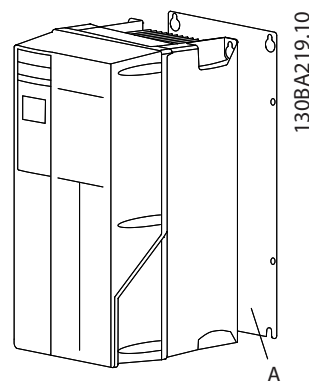
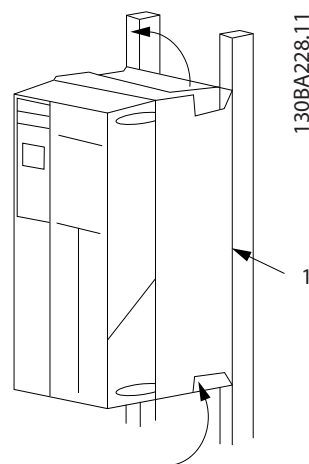

Рисунок 2.2 Правильная установка с использованием задней панели
Рисунок 2.3 Правильный монтаж с использованием реек
- Для обеспечения надлежащей циркуляции охлаждающего воздуха установите устройство на устойчивую ровную поверхность или прикрепите к дополнительной задней панели (см. Рисунок 2.2 и Рисунок 2.3).